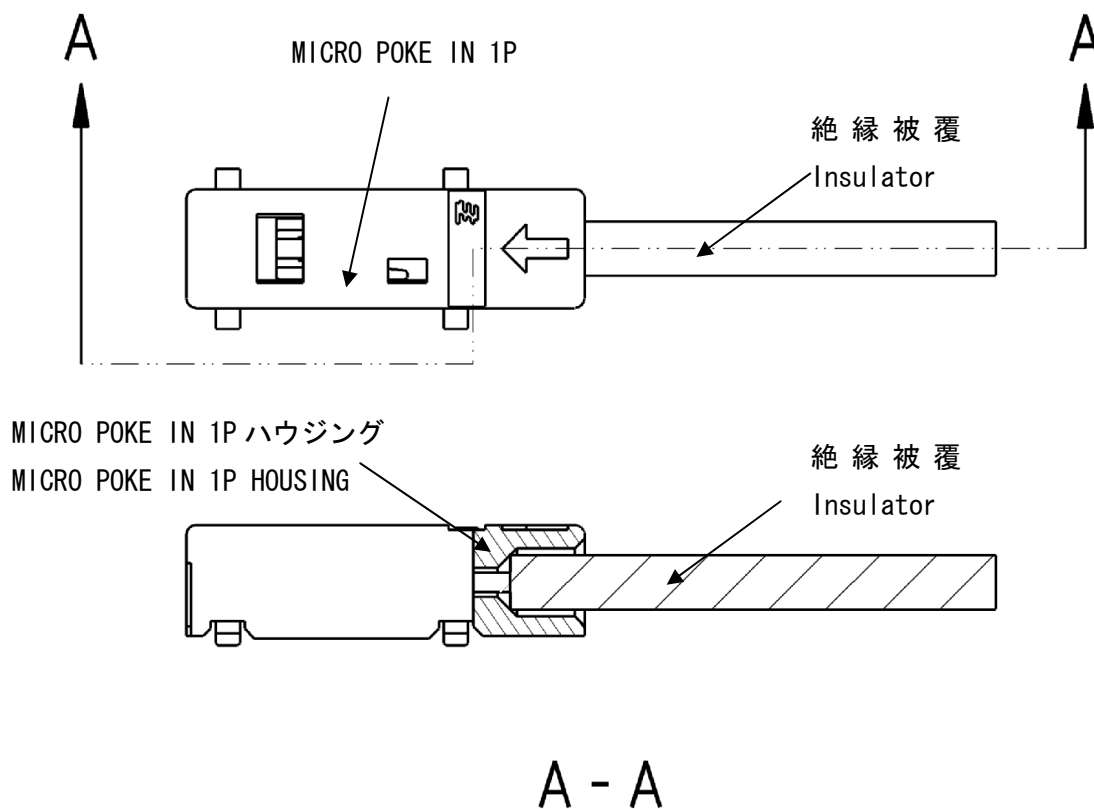

Fig. 3
- 4.2.2 ワイヤ挿入時、ワイヤ絶縁被覆がMicro poke inのハウジング内部に突き当たるまで挿入すること。(Fig. 3参照)
- 4.2.2 Insert it until the wire insulator part bumps in the housing of MICRO POKE IN 1P when you insert the wire. (ref Fig.3)